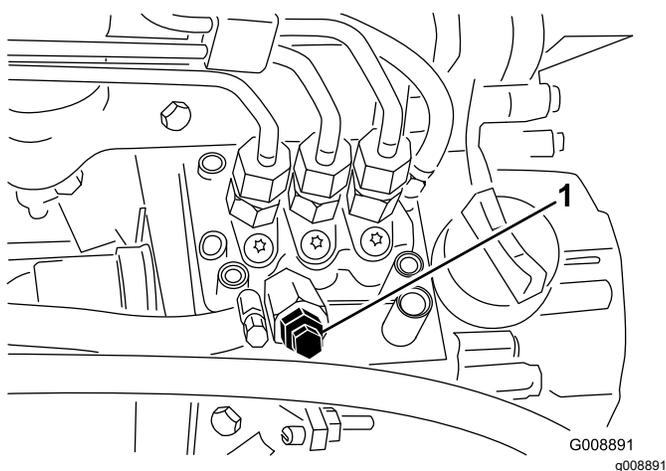

Figura 35
3. Desaperte o parafuso de purga que se encontra na bomba de injeção de combustível (Figura 35).